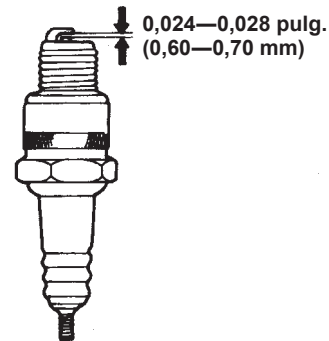

Figura 20. Separación de los electrodos de la bujía
5. Ajuste la separación de los electrodos de la bujía (Figura 20) con una galga adecuada. La separación debe ser de 0,024 a 0,028 pulgadas (0,60 a 0,70 mm).